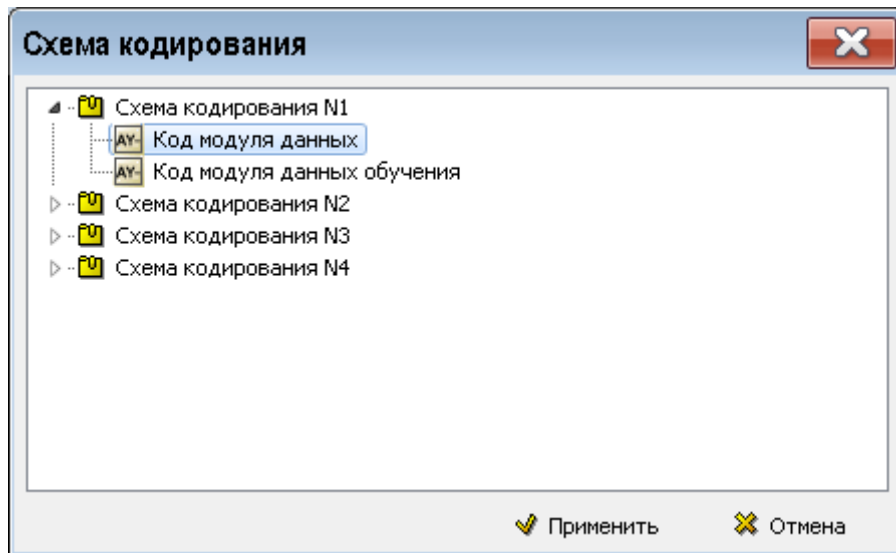

Рис. 3.88
4. Установите флаг у параметра **Использовать кодирование** и загрузите схему кодирования «Код модуля данных» (Рис. 3.88).